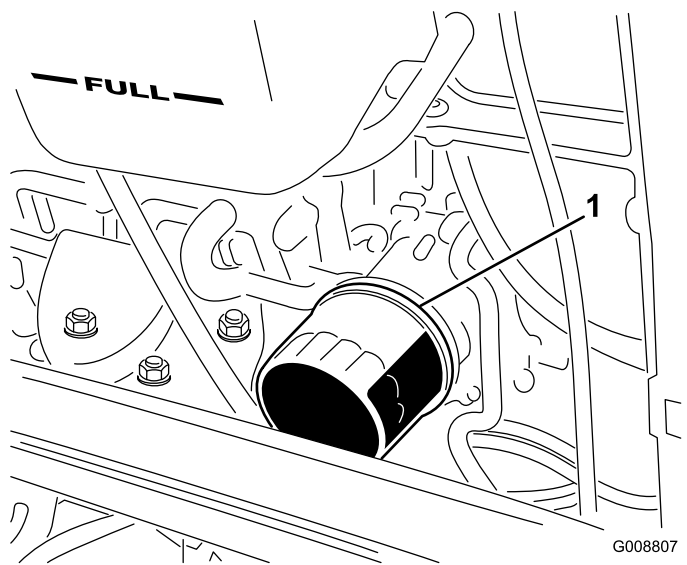

Figura 80
4. Retire el filtro de aceite (Figura 80).